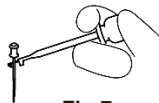

Fig.7
- 1) Segure a lima inserida no canal radicular com o clipe da lima. Segure a parte superior (perto da alça) da parte de metal da lima. (Fig.7)